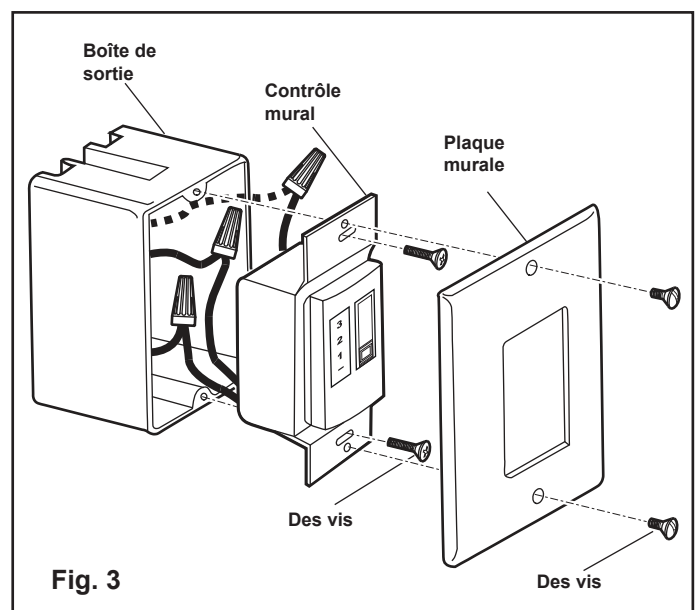

Fig. 3
3. Fixez la commande à la boîte de sortie (murale) et fixez-la avec 2 vis de boîte de sortie (Figure 3).
4. Fixez la plaque murale sur la commande murale et fixez-la avec les deux vis fournies (Figure 3)